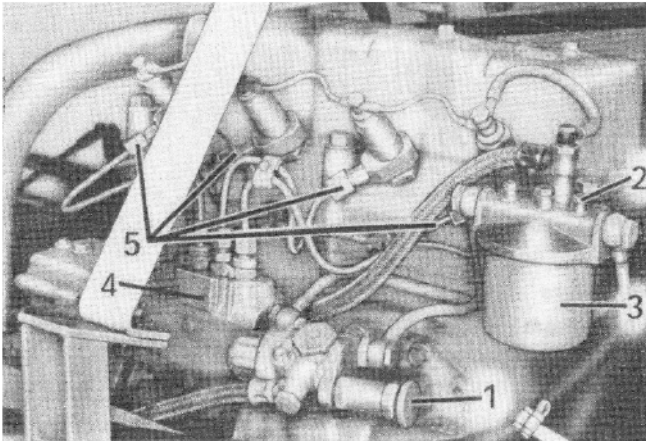

Bild 30. Kraftstoffanlage entlüften
2. Handrad (Bild 30/1) an der Kraftstoffförderpumpe so weit nach links drehen, bis ein Betätigen der Pumpe von Hand möglich ist.
3. Entlüftungsschrauben (Bild 30/2) am Kraftstofffilter öffnen.
4. Kraftstoffförderpumpe von Hand so lange betätigen, bis an den Entlüftungsschrauben des Kraftstofffilters (Bild 30/3) der Kraftstoff blasenfrei austritt.
9. Einspritzleitungen (Bild 30/5) am Düsenhalter lösen. Motor mit Anlasser durchdrehen, bis aus den Leitungen Kraftstoff blasenfrei austritt. Einspritzleitungen festziehen. Der Motor ist wieder startbereit.